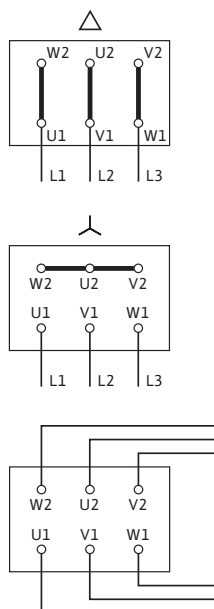

рис. 13: Подключение к сети
- Схема электроподключения находится в крышке клеммной коробки (см. также рис. 13).
- Электроподключение на клеммной колодке зависит от мощности мотора  $P_2$ , от сетевого напряжения и от типа пуска. Необходимое переключение соединительных перемычек в клеммной коробке определить по следующей таблице и рис. 13.
| Прямое          | Переключение $\Delta$ (рис. 13 сверху)            | Переключение $Y$ (рис. 13 по центру) | Переключение $\Delta$ (рис. 13 сверху)            |
| Пуск $Y-\Delta$ | Удаление соединительных перемычек (рис. 13 снизу) | невозможно                           | Удаление соединительных перемычек (рис. 13 снизу) |